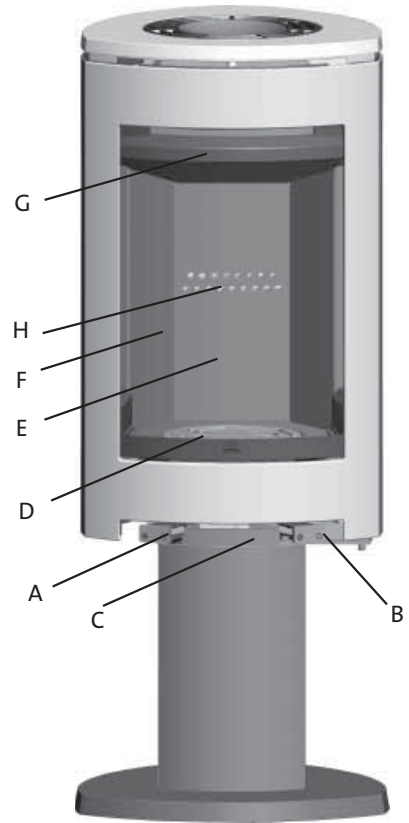

Fig.13
4. Draai de bovenste en de onderste schroeven los (afb. 13 A en 14 A) en til de glashouder met het glas voorzichtig door de deur naar buiten. NB De glashouder houdt ook de buitenste ruit op zijn plaats.